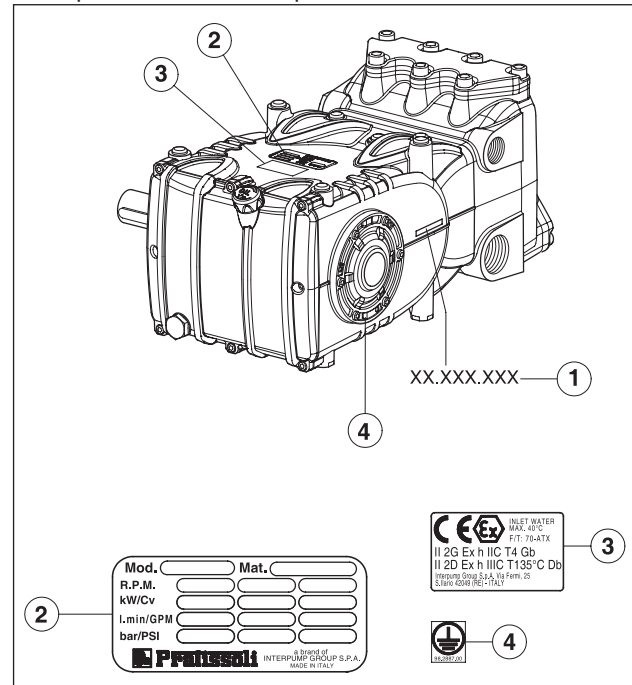

Fig. 1
Cada bomba tem seu próprio número de matrícula XX.XXX. Cada bomba tem seu próprio número de matrícula XX.XXX. XXX, veja pos. ① e uma etiqueta de identificação, veja pos. ② di Fig. 1, que indica: